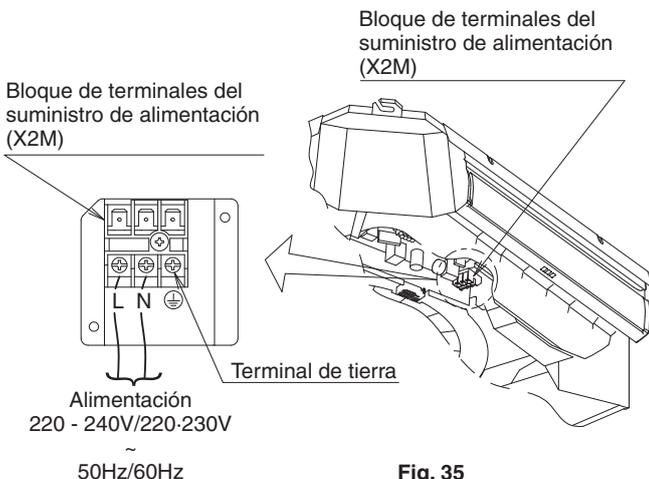

Fig. 35
1. Abra la tapa de la caja de control y conecte la alimentación al terminal monofásico de (L, N) en el bloque de terminales (X2M). Conecte el cable de derivación a tierra al terminal a tierra. **(Refiérase a la Fig. 35)**